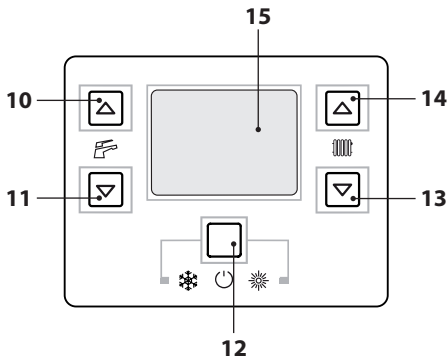

Figura 2.4
- Mantenga pulsado durante 2 segundos el botón 12 hasta que aparezca en el display el símbolo  (Figura 2.4).
La temperatura del agua caliente de impulsión de la calefacción puede regularse mediante los botones 13 (reducción) y 14 (aumento) (Figura 2.4) desde un mínimo de 38°C aproximadamente hasta
De todas formas, si la temperatura ambiente no resultase confortable, se puede aumentar o reducir la temperatura de impulsión de la instalación de calefacción en $\pm 15^{\circ}\text{C}$ usando los botones 13 (reducción) y 14 (aumento) (Figura 2.4).
La temperatura del agua caliente sanitaria puede regularse mediante los botones 10 (aumento) y 11 (reducción) (Figura 2.4) desde un mínimo de 35°C aproximadamente hasta un máximo de aproximadamente 60°C . La primera vez que se pulsa uno de los dos botones se muestra el valor de "consigna", la segunda vez se puede modificar.